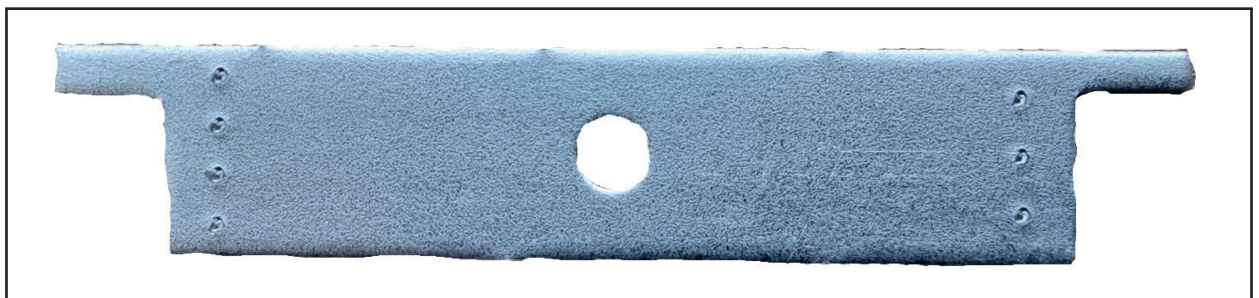

Abb. 15 Spaltmaßlehre
- Spaltweite zwischen Laufrad und Einströmdüse mit Spaltmaßlehre (siehe „Abb. 15 Spaltmaßlehre“ auf Seite 35) prüfen. Spaltmaßlehre liegt dem Gerät bei.